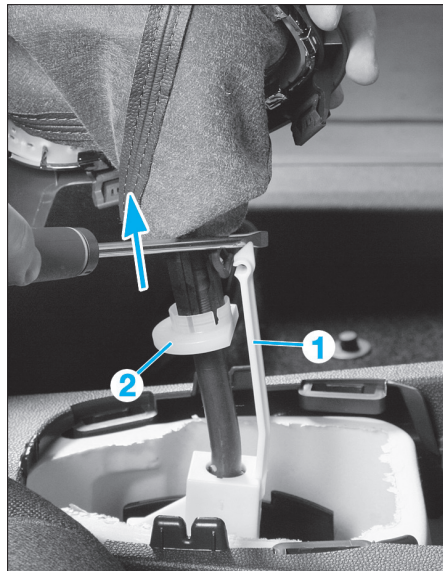

Fig. 5
- Dégrafer le raccord du verrouillage de marche arrière (1) du pommeau de levier de vitesses (Fig.5).